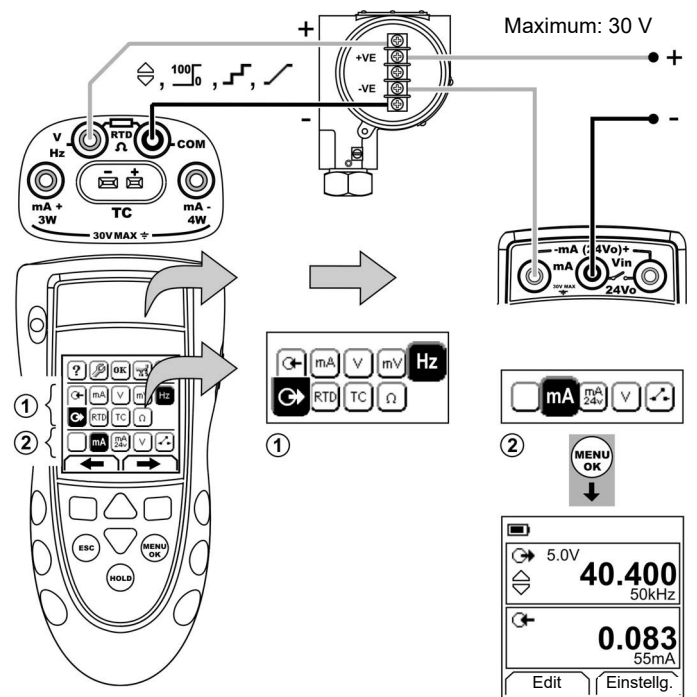

Abbildung 10: Beispielkonfiguration: Transmitterkalibrierung mit externer 2-Leiter-Speisespannung
1. Schließen Sie das Gerät an (Abbildung 10/11) und ändern Sie ggf. die Option *Konfig.* (Tabelle 1).